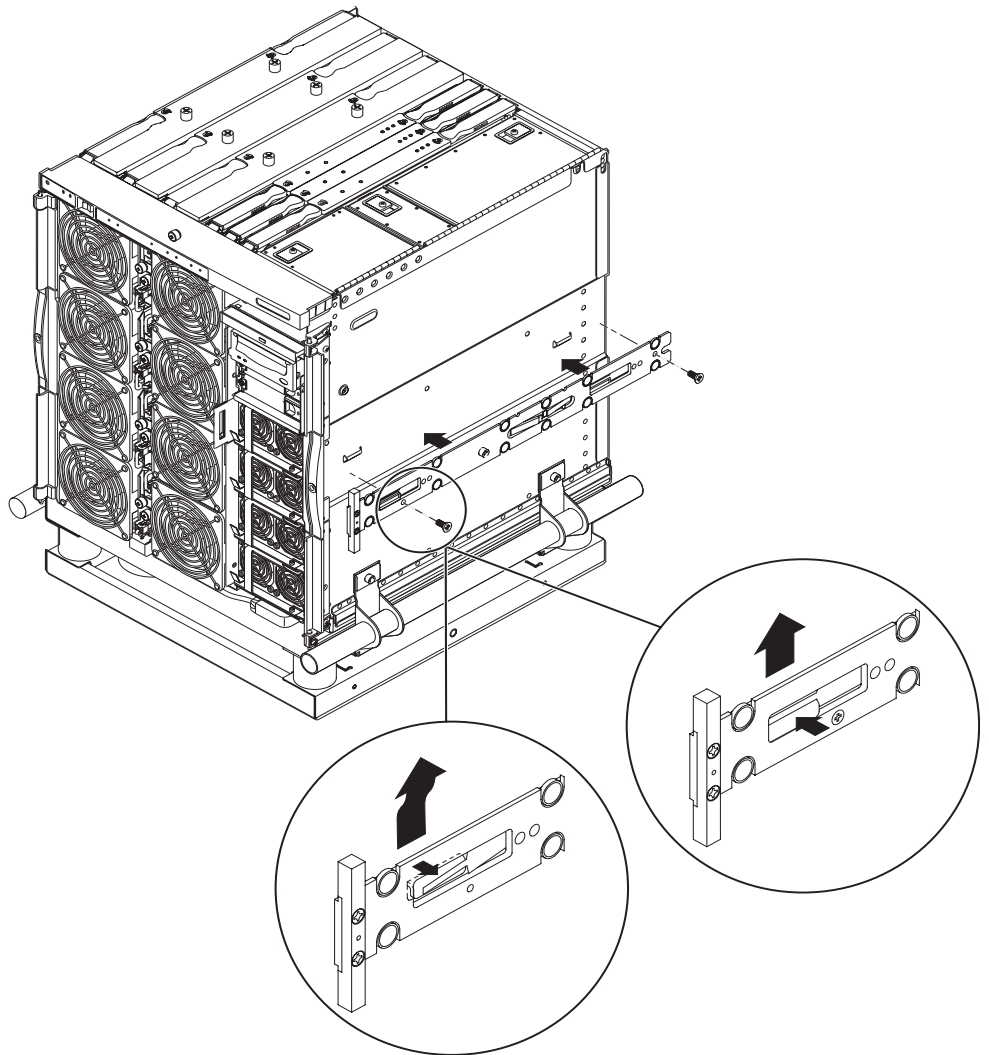

ABBILDUNG 1-4 Federhalterungen und Aussparungen
2. Drücken Sie die innere Schiene nach oben, sodass die Halterungen an der Seite des Servers in die Aussparungen an der Schiene einrasten (ABBILDUNG 1-4).